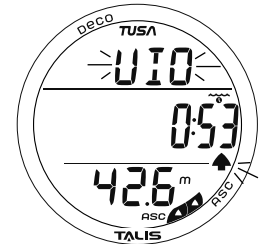

Abb. 69 - VGM TAUCHEN-HAUPT
**VGM-Hauptdisplay** Informationen beinhalten (Abb. 69):